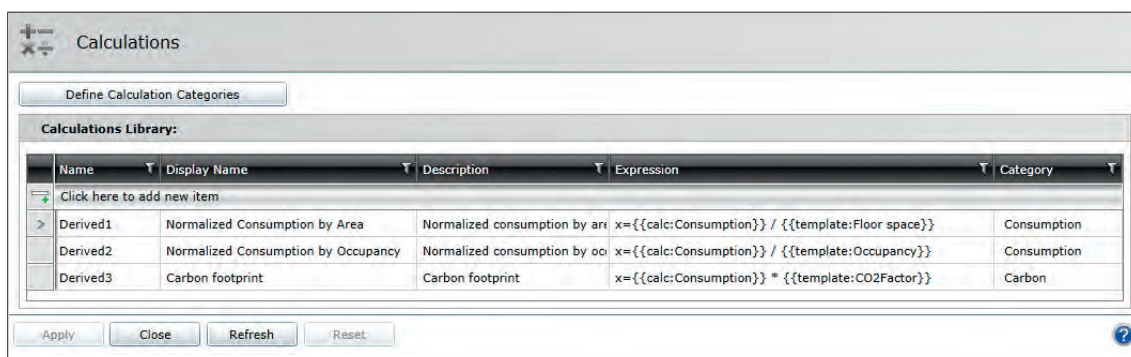

Рис. 4. Расчёты в Energy AnalytiX
- настройте связанные с энергетикой расчёты и категории вычислений (рис. 4).